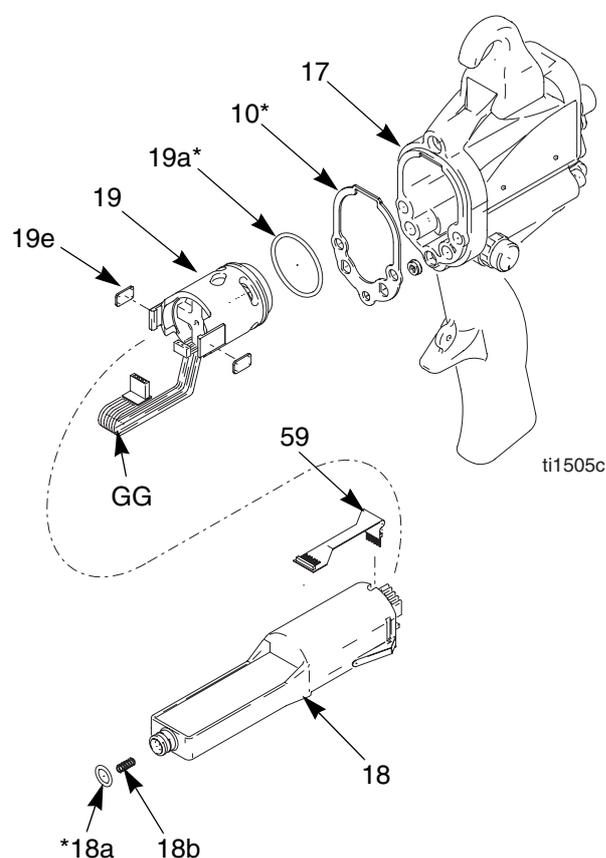

Fig. 30. Fuente de alimentación
3. Sujete la fuente de alimentación (18) con la mano. Con un ligero movimiento de lado a lado, libere el conjunto de la fuente de alimentación/alternador de la empuñadura de la pistola (17) y extráigala con cuidado. *En modelos Inteligentes únicamente*, desconecte el circuito flexible (59) del enchufe de la parte superior de la empuñadura (17). Ver FIG. 30.
4. Desconecte el conector de 3 hilos (GG) de la fuente de alimentación. Deslice hacia arriba el alternador y sáquelo de la fuente de alimentación. Inspeccione ésta y el alternador en busca de daños. *Sólo en los modelos Smarts*, desconecte el circuito flexible de 6 patillas (59) de la fuente de alimentación.